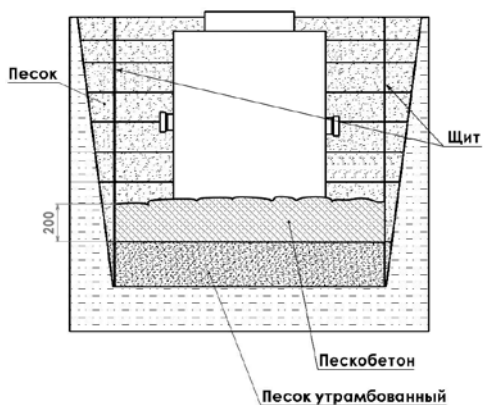

Рис. 4 Расположение в пескобетоне
- залить юбку Станции пескобетоном в соотношении 3:1 минимум 200 мм от дна Станции (см. рис.4)